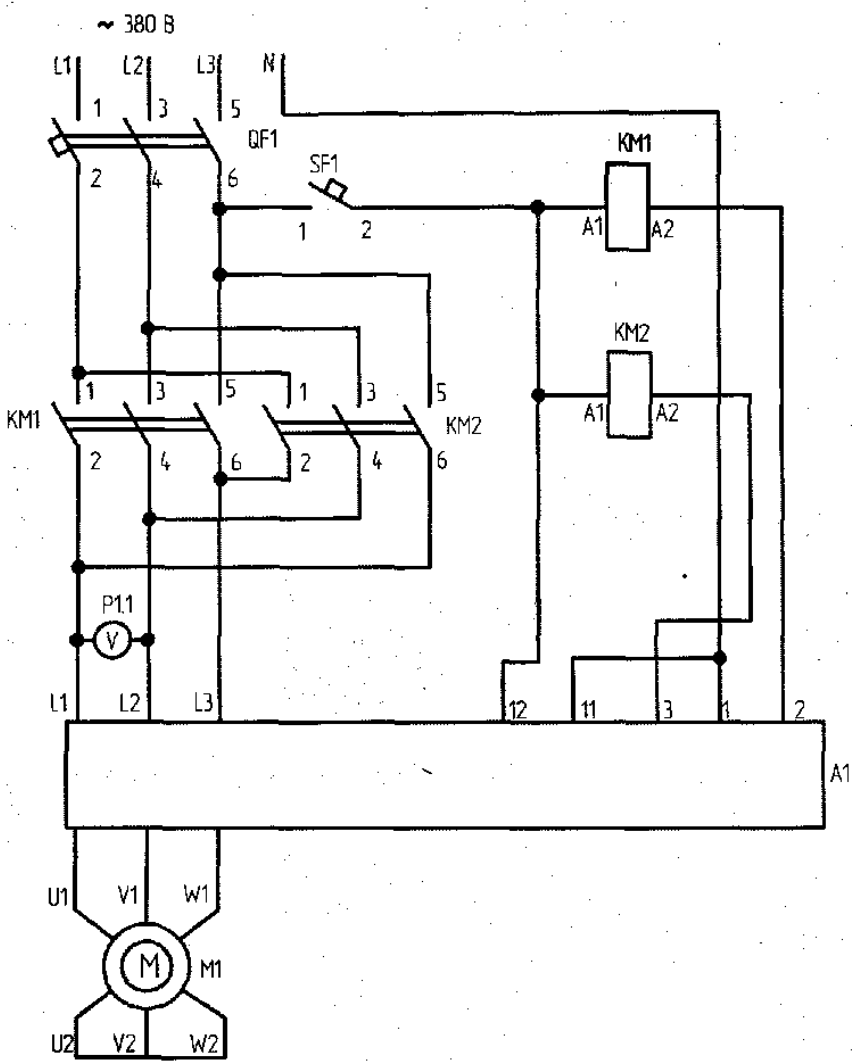
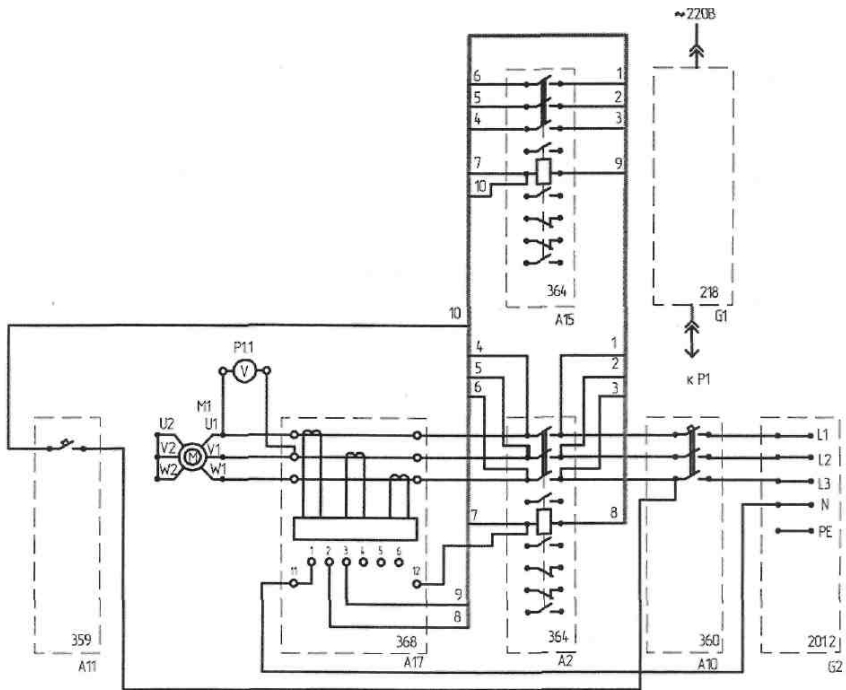

Рис. 9.1. Схема электрическая принципиальная микропроцессорного блока управления и защиты асинхронного двигателя
Рис. 9.2. Схема электрическая соединений элементов стенда
**К пункту 1.2.** Схема электрическая принципиальная показана на рис. 9.1, схема электрическая соединений – на рис. 9.2.